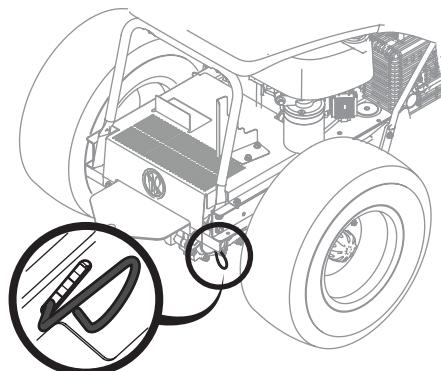

Figure 1
1. Engagez la tige de dérivation de la transmission pour déplacer la tondeuse à siège sans démarrer le moteur. La tige de dérivation de la transmission se trouve du côté intérieur du pneu, vers l'arrière de la tondeuse à siège. Tirez la tige de dérivation vers l'extérieur et vers le bas pour l'engager. Voir Figure 1.
2. Poussez la tige de dérivation vers l'intérieur et vers le haut pour la désengager. Voir Figure 1.